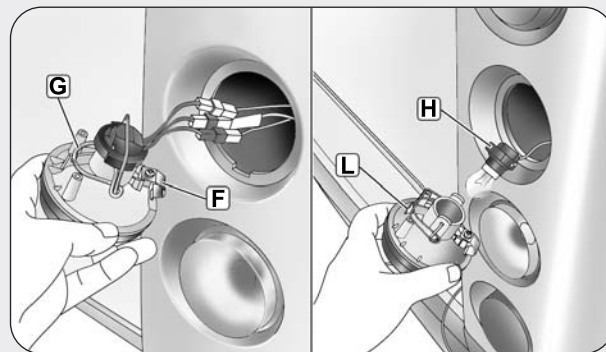

fig. 7
- ❑ Servendosi di un piccolo cacciavite a taglio sganciare la molletta di fissaggio **F** - **fig. 7** del faro ed estrarlo.